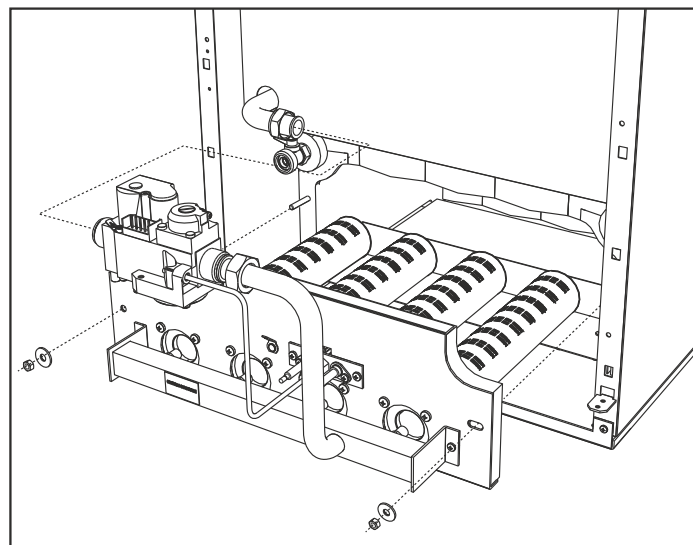

fig. 20 - Desmontaje de los quemadores
- Desenroscar las dos tuercas que fijan la puerta de la cámara de combustión a los elementos en fundición de la caldera (fig. 20)